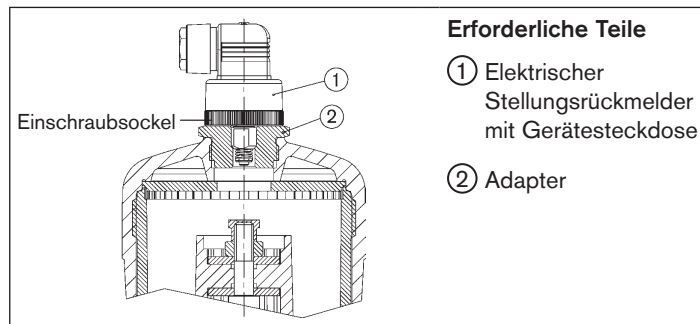

Bild 10: Antriebsgröße 50, 63, 80 (Ø in mm) mit elektrischem Stellungsrückmelder
- Klarsichthaube vom Antriebsdeckel ⑥ abschrauben (Sicherheitshinweise Kapitel „10“ auf Seite 39 beachten!).
- Adapter ② anstelle der Klarsichthaube auf den Antrieb schrauben (siehe „Bild 10“).
- Elektrischen Stellungsrückmelder ① in den Adapter ② schrauben, dabei den Hinweis in Kapitel „10“ beachten.